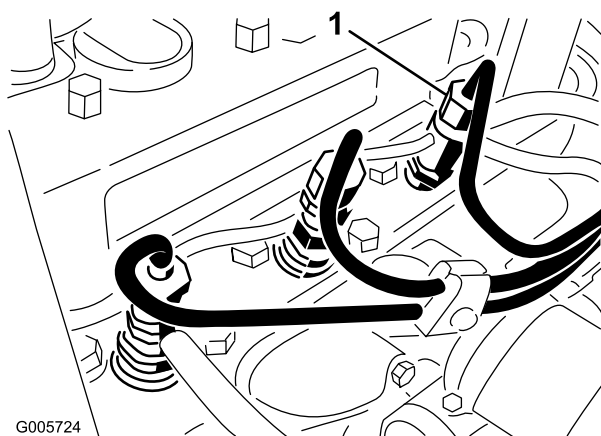

Figura 48
1. Liberte a tubagem que se encontra ligada ao injector nº 1 e à estrutura de suporte da bomba de injeção (Figura 48).